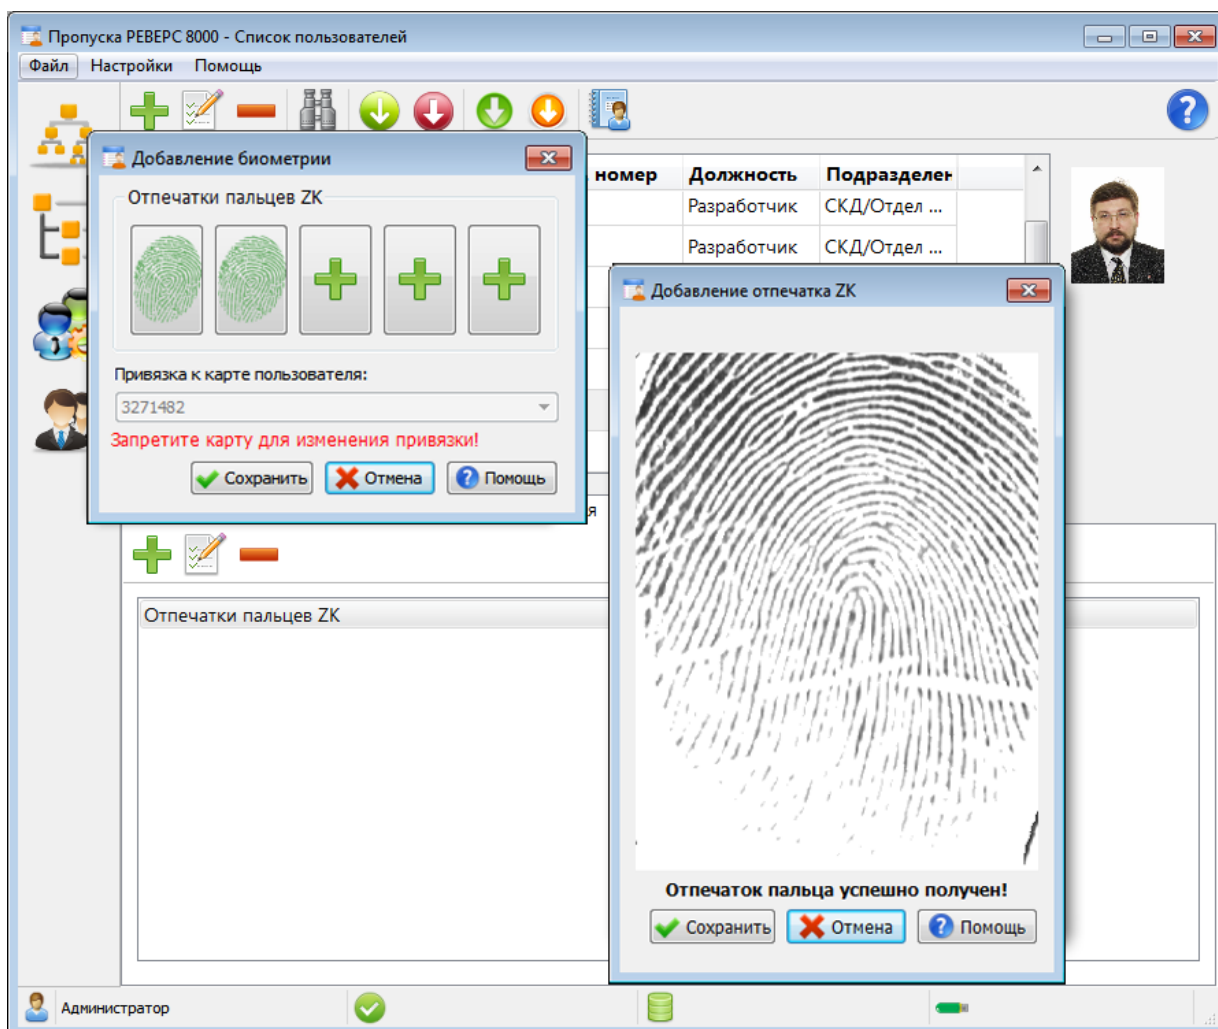

Рис. 13. Занесение отпечатков пальцев.
- В пятых, для работы с биометрическими контроллерами необходимо уметь вводить биометрическую информацию о пользователе – рисунок вен пальцев, вен ладони, или, как показано на рис. 13, его отпечатков пальцев. Для повышения вероятности идентификации обеспечивается ввод нескольких отпечатков на одного пользователя.